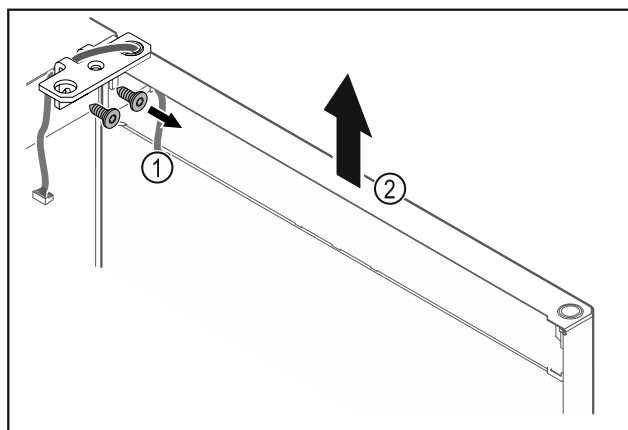

Fig. 24
- Kruvige šarniirnergik Fig. 24 (1) maha.
- Tõstke ust koos šarniirnergikuga Fig. 24 (2) umbes 200 mm otse ülespoole ja võtke maha.